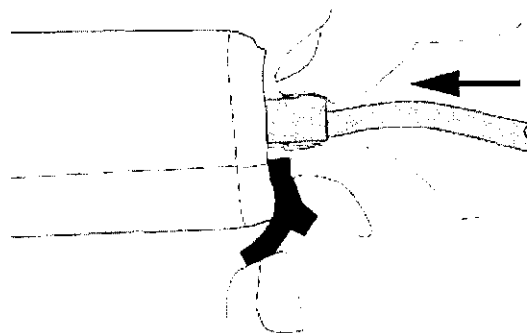

FIGURA 17
3. Acople el cable para pruebas al estimulador de pruebas (ver Figura 17).